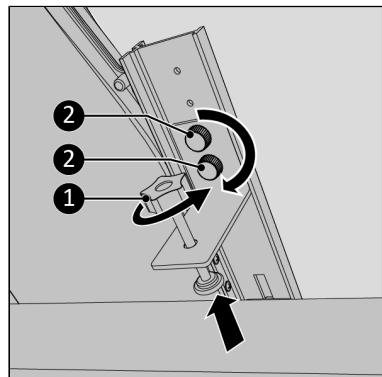

Abbildung 152.
11. Schrauben Sie die Klemmschraube vollständig zurück (Abbildung 152, Pos. 1). Sollte kein Platz zur Befestigung der Klemmhalterung vorhanden sein, kann diese auch weggelassen werden. Stellen Sie dann das Fenster, wenn möglich, gesichert, in die angelehnte Position.
13. Schrauben Sie die Klemmhalterung mit den beiden Knopfschrauben (Abbildung 152, Pos. 2) an der Hauptschiene fest.